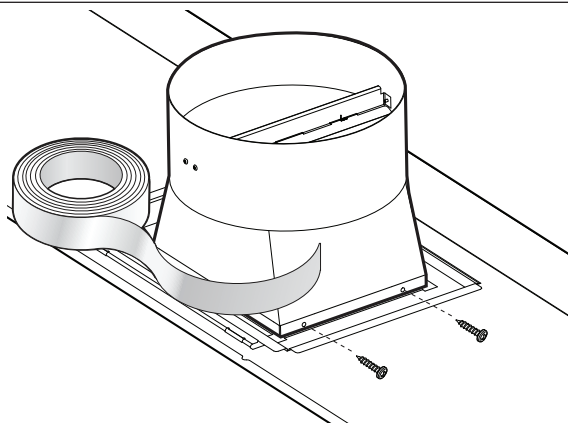

Figure 4 : Installation du raccord
2. Alignez les trous de montage de la base du raccord avec les trous de montage de la bride de 1/2 po (13 mm) située sur le dessus ou à l'arrière de la hotte (Figure 4).
3. Fixez le raccord à la hotte à l'aide des quatre vis à tôle de 1/4 po (6 mm) fournies avec la hotte (Figure 4).
4. Scellez le joint entre le raccord et la hotte avec du ruban en aluminium. N'utilisez PAS de ruban à conduit (Figure 4). Assurez-vous que la connexion est complètement scellée.